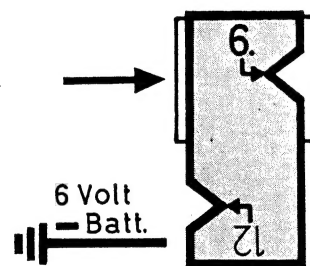

Fig. 41
1. **6 V Schaltung:** Fig. 41
1. **6 V circuit:** Fig. 41